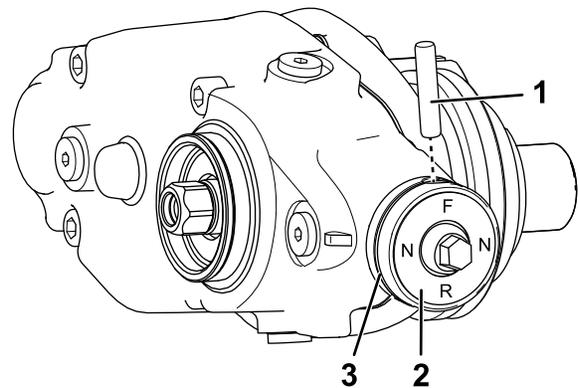

図 15
- A. クラッチノブからOリングを外す 図 15。
- B. クラッチノブをアクチュエータのシャフトに固定しているシャープピンを外す 図 15。
- D. クラッチノブをアクチュエータのシャフトに、シャープピンで固定する 図 15。